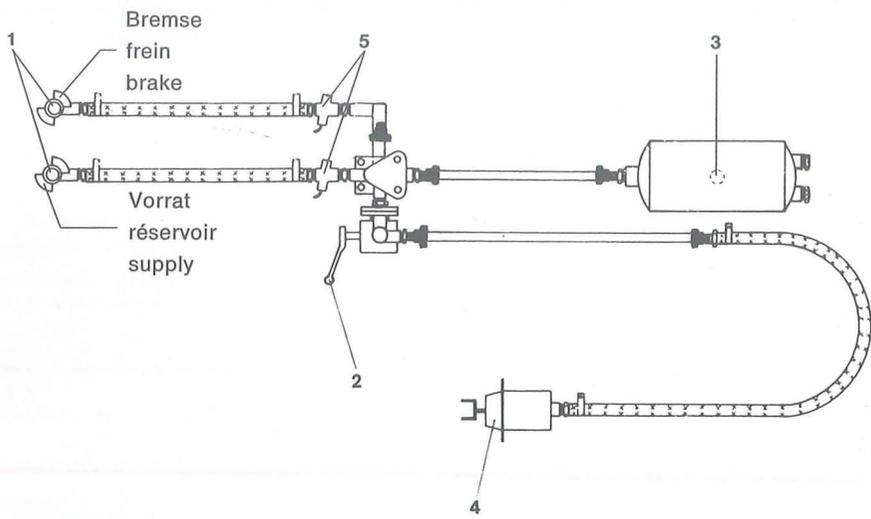

Fig. 25
- b) Kupplungsköpfe (Fig. 25/1) vor dem Einkuppeln auf Sauberkeit überprüfen und auf richtiges Einrasten achten. Außerdem die Lager der Schläuche kontrollieren!
- c) Handgriffstellung des Bremskraftreglers (Fig. 25/2) kontrollieren!
- d) Falls erforderlich, Luftbehälter (Fig. 25/3) entwässern! Reparaturen am Luftbehälter sind unzulässig!
- f) Bremszylinderkolbenhub kontrollieren! Der Hub des Bremszylinders (Fig. 25/4) darf nur zu zwei Dritteln ausgenutzt werden; sonst Bremse nachstellen!
- a) Der Einsatz der Rohrleitungsfilter (Fig. 25/5) ist in regelmäßigen Zeitabständen zu überprüfen und zu reinigen!